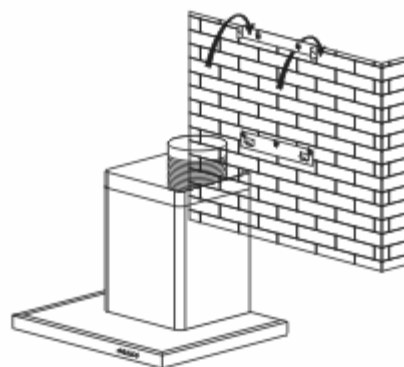

fig. 4
- Posez et fixez le corps de la hotte sur ce support avec les vis prévues en dotation (fig.4).